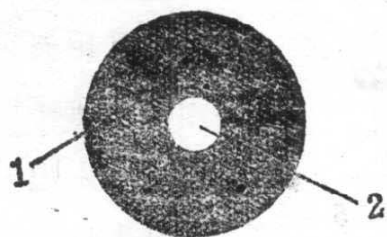

图11 阀皮
(3) 阀皮：阀皮如图11所示。它的直径与阀体直径相同即可。用3~5毫米厚的橡胶皮制做。另外，有的压水机的吸水阀仅用阀皮，省去阀体、阀杆等件，将阀皮的一部分固定在机盘吸水管口上方即可，阀皮中间不留阀杆孔(参阅图1乙)。